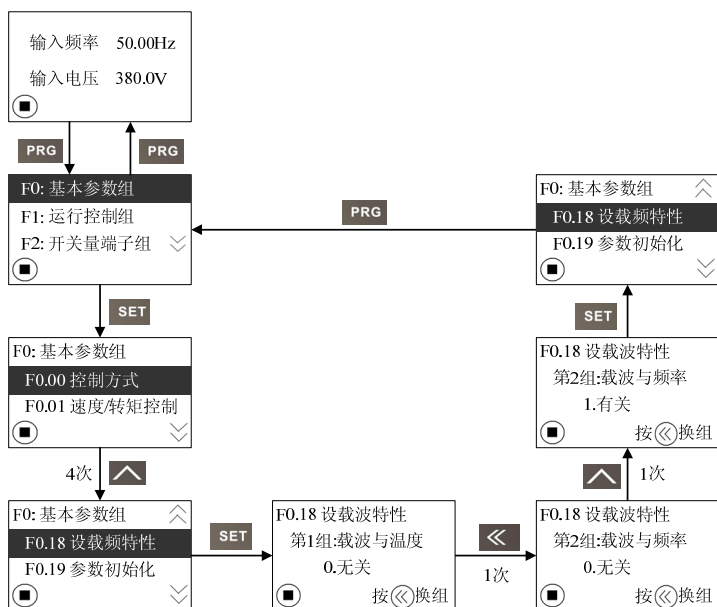

图 4-13: 组操作界面流程
(3) 组操作界面流程: 以功能代码 F0.18 下设置频特性为例来介绍, 设置选择第 2 组中的“1. 与输出频率有关”, 具体操作如图 4-13 所示。